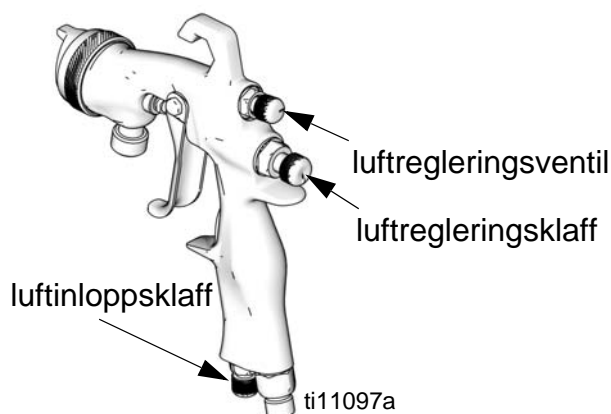

FIG. 3
2. Öppna mönsterinställningsventilen genom att vrida ratten helt moturs för att uppnå fullständigt fläktmönster. Se FIG. 3.
3. Stäng av mönsterluften genom att vrida inställningsratten (13a) helt medurs för att få ett runt sprutmönster. Se FIG. 3.